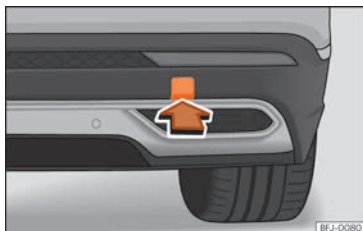

Abb. 47 Auf der rechten Seite des hinteren Stoßfängers: Abdeckung entfernen.
Die Abschleppöse wird in die hinter einer Abdeckung auf der rechten Seite des hinteren Stoßfängers befindliche Aufnahme eingeschraubt » Abb. 47.
- Auf den unteren Bereich der Abdeckung » Abb. 47 drücken, um die Verrastung zu lösen.